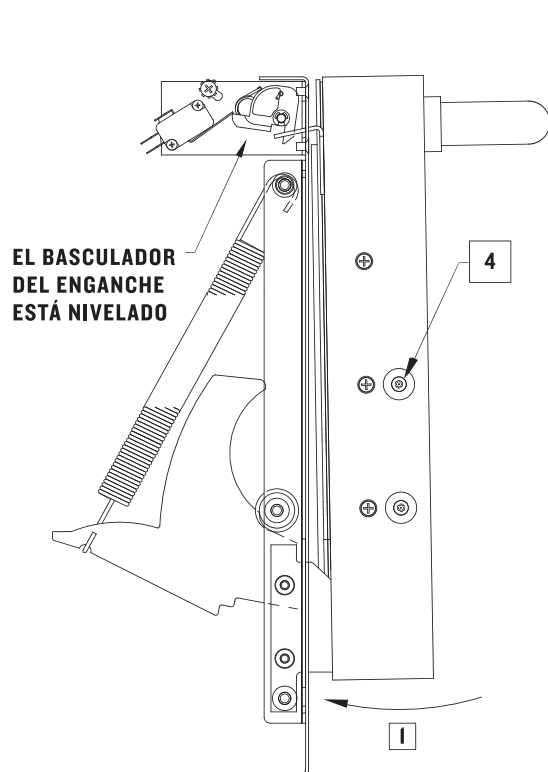
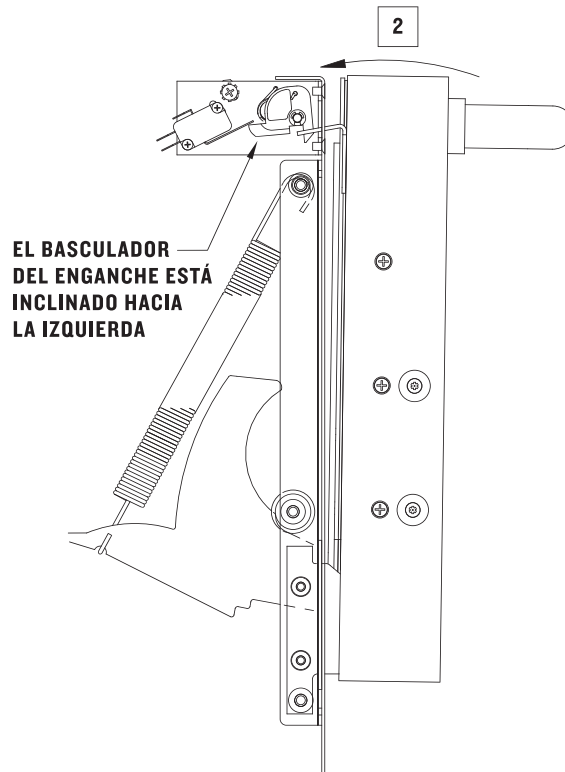

FIGURA 24: Puerta del horno desajustada
FIGURA 25: Puerta del horno desajustada
1. Afloje ligeramente los dos (2) tornillos de cabeza hexagonal de los lados derecho e izquierdo de la tapa de la puerta. Vea la Figura 24, Nota 4.
3. Apriete los dos (2) tornillos de cabeza hexagonal empezando por el lado izquierdo de la puerta del horno.
4. Abra suavemente la puerta del horno. Apriete los dos (2) tornillos de cabeza hexagonal restantes del lado derecho.
1. La puerta de la Figura 24 está mal ajustada. Observe que la parte inferior de la puerta está girada en sentido contrario al reborde.
2. La puerta de la Figura 25 está bien ajustada. Observe que la parte superior de la puerta está girada demasiado lejos del reborde y que el basculador del enganche está demasiado hacia la izquierda. El basculador del enganche debe estar nivelado cuando se ajuste bien la puerta según se muestra en la Figura 24.
ACCIÓN CORRECTIVA: Afloje los tornillos Torx y empuje la parte superior de la puerta hacia el reborde. Vuelva a apretar los tornillos. La parte inferior del basculador del enganche estará nivelada cuando la puerta esté bien ajustada. Vea la Figura 25.